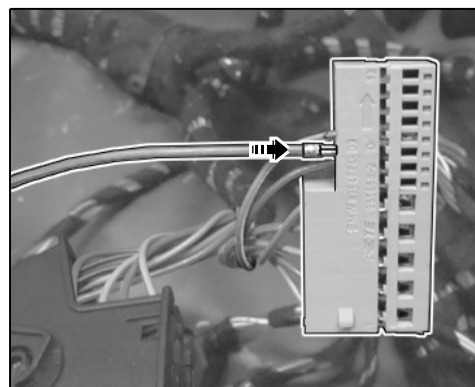

Рис. 17
- 2.4.3 Вставить гнездовой контакт в гнездо 8 серого корпуса гнездовых контактов (⇒ Рис. 17 -**стрелка**-).